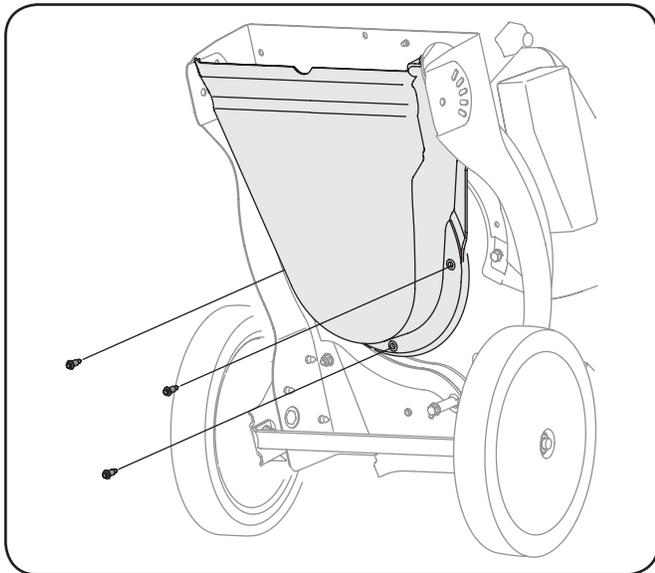

Figure 7-4
- Inclinez doucement l'appareil et tenez-le de façon à pouvoir accéder à la turbine et à la quincaillerie de montage de la buse sous l'appareil. Retirez les trois boulons à épaulement qui fixent la partie inférieure du boîtier en plastique noir du fléau au boîtier inférieur de l'appareil. Voir Figure 7-4.